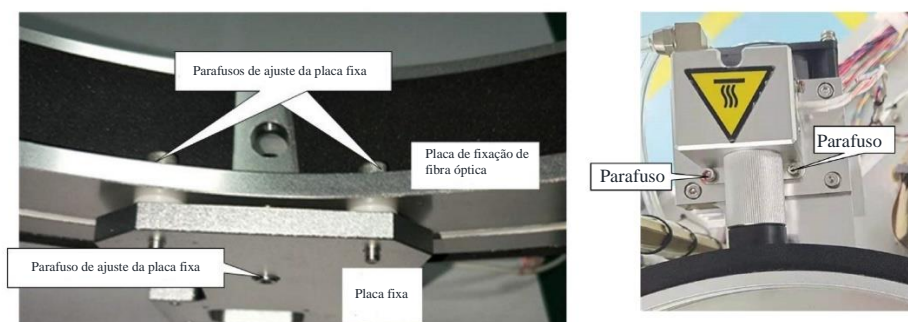
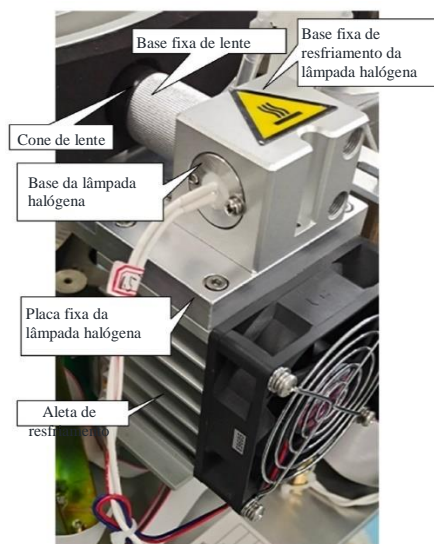
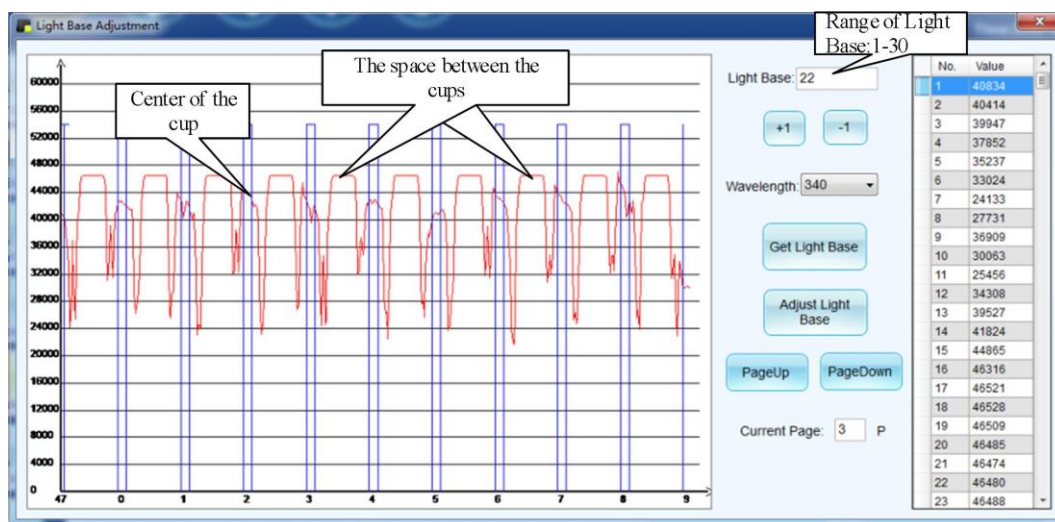

Figura 7-15 Parafusos de ajuste da lâmpada halógena
Figura 7-16 Conjunto de lâmpada halógena
Figura 7-19 Curva óptica
Verifique se a luz da lâmpada halógena está vertical. Se não, ajuste a placa fixa ou base de fixação da lâmpada halógena, como mostrado na figura 7-15 e a estrutura da lâmpada halógena, como mostrado na figura 7-16.
**Passo 2:** Clique em [Obter base de luz] para obter a curva óptica de instrumento. É necessário garantir que a luz esteja vertical e a curva óptica tende ao centro do recipiente de reação. A curva óptica é mostrada na figura 7-19.
**Passo 3:** Se a curva óptica não for estável ou o valor de pico em um lado (ambos os lados) ocorrer, isso significa que a lâmpada halógena não está instalada verticalmente. É possível ajustar os parafusos na placa de fixação ou base de fixação da lâmpada halógena (como mostrado na figura 7-15), para obter a curva estável (como mostrado na figura 7-19).